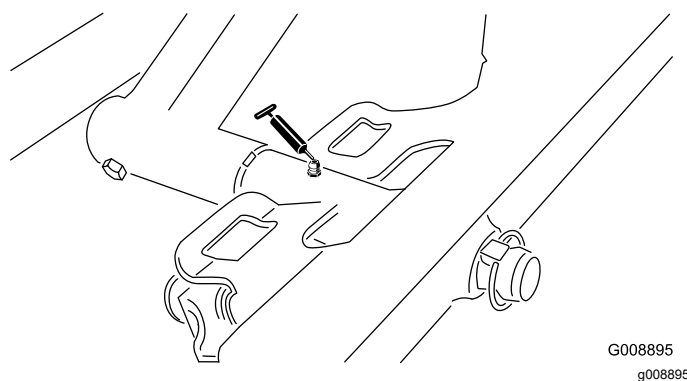

Figura 34
- Pivote de la unidad de corte delantera (Figura 34).